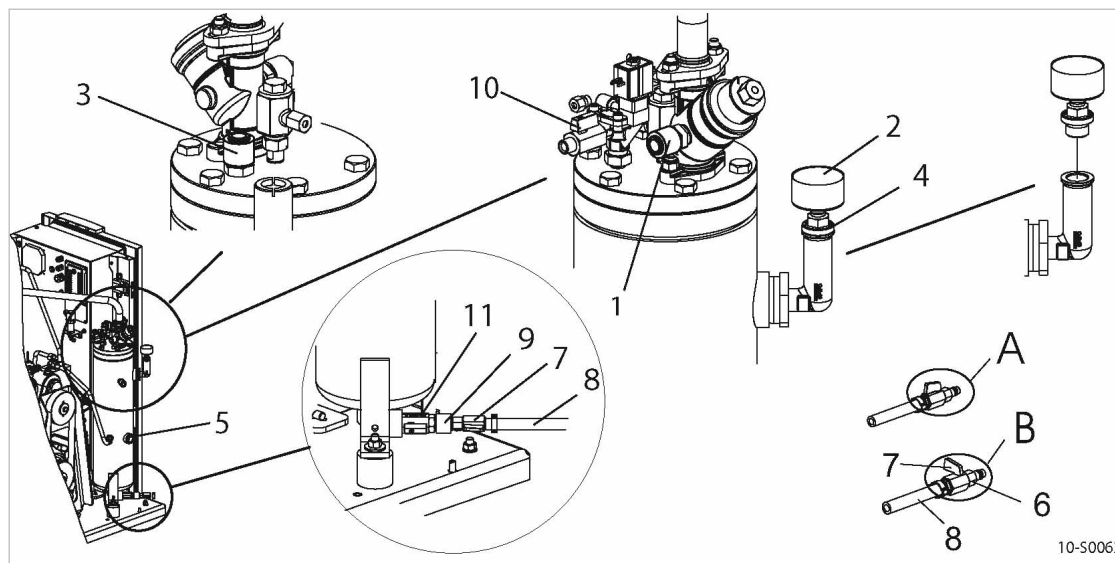

Fig. 28 Vidanger l'huile de refroidissement, réservoir séparateur d'huile
1. Dévisser doucement le bouchon ④ de la tubulure de remplissage (voir fig. 28).